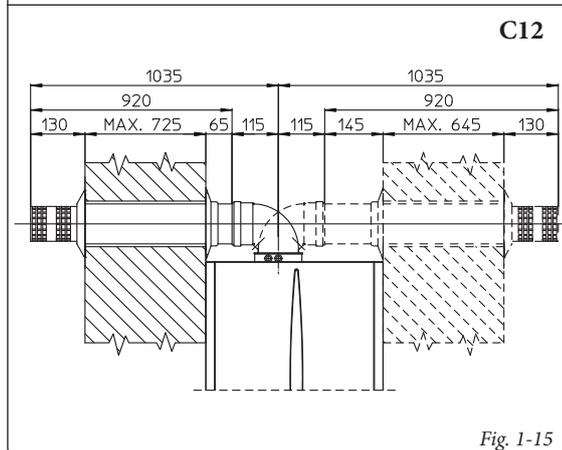

Fig. 1-15
- Applicazione con uscita laterale (Fig. 1-15); Utilizzando il solo kit orizzontale aspirazione-scarico, senza le apposite prolunghe, permette l'attraversamento di una parete di spessore 725 mm con l'uscita laterale sinistra e 645 con l'uscita laterale destra.